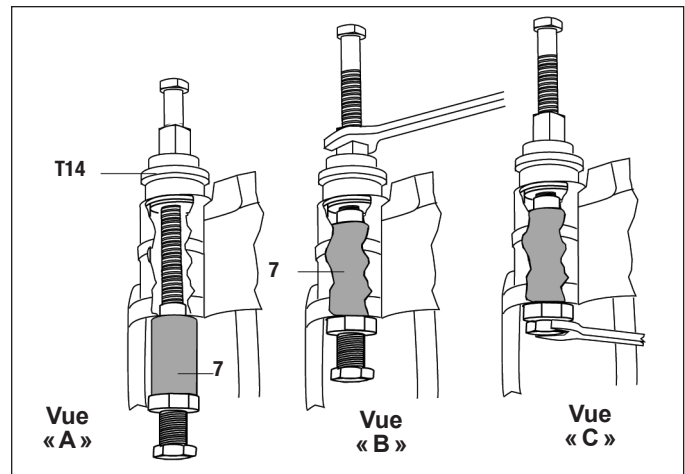

Figure 78 – Vue « A » et « B » : Remonter la douille en laiton en position. Vue « C » : Bloquer la douille en position
5.6.22 L'outil de fraisage (T16) maintenant en place, serrer sa vis inférieure à bloc (jusqu'au boîtier). Le serrage de la vis fait sortir trois pointes qui laissent des empreintes creuses dans la douille. Cf. Figure 78, vue « C ».